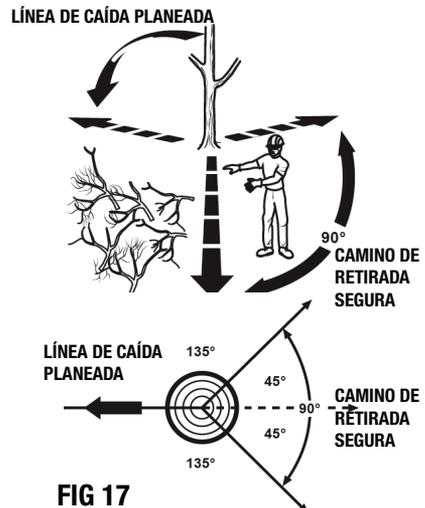

FIG 17
- Escoja una ruta de escape (o rutas en caso de que la ruta deseada esté bloqueada). Despeje el área inmediata alrededor del árbol y asegúrese de que no haya obstrucciones en el plan de retirada. Despeje el camino de retroceso seguro aproximadamente a 135° de la línea de caída planificada. Vea la Fig. 17.